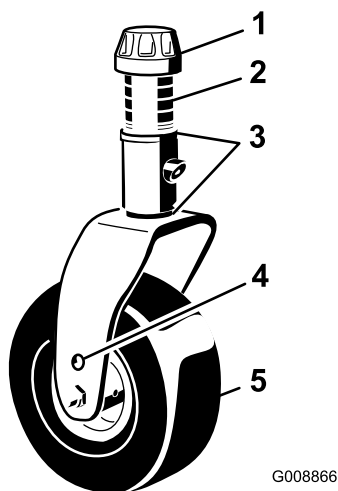

Figure 8
2. Placez les essieux des roues pivotantes dans les mêmes trous sur les deux fourches. Pour choisir les trous correspondants au réglage, reportez-vous à la Figure 8.
3. Enlevez le chapeau de tension de l'axe de pivot (Figure 8) et sortez l'axe du bras pivotant. Remplacez les 2 cales (3 mm) sur l'axe de pivot comme à l'origine. Ces cales sont nécessaires pour que les unités de coupe soient parfaitement de niveau sur toute la largeur. Placez le nombre requis d'entretoises de 13 mm sur l'axe de pivot pour obtenir la hauteur de coupe voulue, puis ajoutez la rondelle.